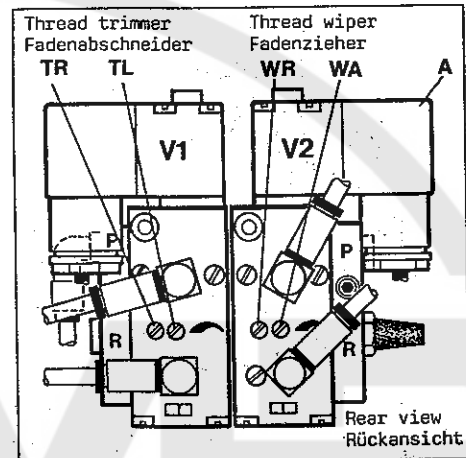
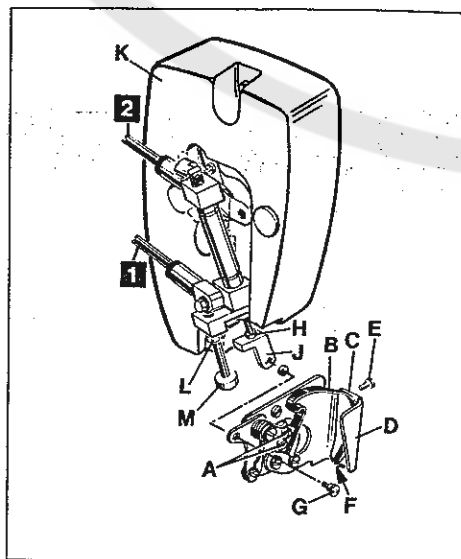
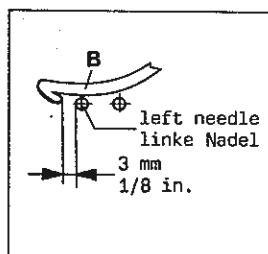
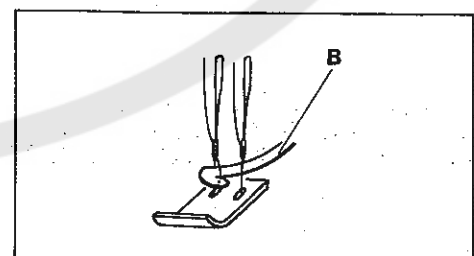

Fig. 51
Fig.52
Fig.55
Fig.54
6.1 Keep power and air supply of thread wiper disconnected by loosening the securing screw and pulling-out plug (A, Fig. 51) on valve (V2) and by disconnecting the PA-tubes (1 and 2, Fig. 52) on the air cylinder of the wiper.
When the hook (B, Fig. 54) returns from left to right it must catch the needle threads and draw them to leaf spring (C, Fig. 52) for clamping.
For adjustment loosen screws (A, Fig. 52), set as required and retighten screws.
6.2 The wiper hook (B, Fig. 52) and leaf spring (C) for clamping the needle threads should be approximately flush at point (F) when the hook (B) is in its right end position.
After loosening screw (E, Fig. 52) set the lower end of leaf spring flush to the lower edge of bracket (D) at point (F). Retighten screw (E).
For adjustment of hook (B, Fig. 52) loosen screw (G) and nut (H) and screw stop (J) in or out as required. Retighten nut (H) and reconnect wiper with screw (G).
6.1 Trennen Sie den Fadenzieher von der Strom- und Luftzufuhr durch Lösen der Sicherungsschraube und herausziehen des Steckers (A, Fig. 51) am Ventil (V2) und durch Lösen der PA-Schläuche (1 und 2, Fig. 52) am Luftzylinder des Fadenziehers.
Wenn der Haken (B, Fig. 54) von links nach rechts zurück schwenkt muß er die Nadelfäden mitnehmen und zum Festklemmen zur Blattfeder (C, Fig. 52) ziehen.
Zur Einstellung lösen Sie die Schrauben (A, Fig. 52), stellen entsprechend ein und ziehen die Schrauben wieder an.
6.2 Der Haken für Fadenzieher (B, Fig. 52) und die Blattfeder (C) zum Klemmen der Nadelfäden müssen in der rechten Endstellung des Hakens (B) im Punkt (F) in etwa bündig sein.
Stellen Sie nach Lösen der Schraube (E, Fig. 52) das untere Ende der Blattfeder (C) bündig zur unteren Kante des Halters (D) bei Punkt (F). Ziehen Sie die Schraube (E) wieder an.
Zur Einstellung des Hakens (B, Fig. 52) lösen Sie die Schraube (G) und die Mutter (H) und schrauben den Anschlag (J), nach Bedarf ein oder aus. Ziehen Sie die Mutter (H) wieder an und verbinden Sie den Fadenzieher wieder mit der Schraube (G).
- 6.2 Stop screw (M, Fig. 52) limits the motion of the wiper hook to the left. Loosen nut (L) and set the stop screw (M) so that stop (J) strikes against it when the wiper hook (Z, Fig. 55) is 3 mm (1/8 in.) left of the left needle. Retighten nut (L, Fig. 52).
HINT: For disassembling head cover (K, Fig. 52) remove screw (G), the two head cover fastening screws and disconnect PA-tubes (1 and 2).
The speed for the movement of the thread trimmer mechanism to the left for cutting is regulated with screw (TL, Fig. 51) and the speed for the movement to the right in home position is regulated with screw (TR) on valve (V1).
The speed for the movement of the wiper hook to the left is regulated with screw (WL, Fig. 51) and the movement to the right in home position is regulated with screw (WR) on valve (V2).
- 6.2 Die Anschlagsschraube (M, Fig. 52) begrenzt den Weg des Hakens für Fadenzieher nach links. Lösen Sie die Mutter (L) und stellen Sie die Anschlagsschraube (M) so, daß der Anschlag (J) an ihr anschlägt, wenn der Haken für Fadenzieher (B, Fig. 55) 3 mm links der linken Nadel steht. Ziehen Sie die Mutter (L, Fig. 52) wieder an.
HINWEIS: Entfernen Sie zum Abnehmen des Kopfdeckels (K, Fig. 52), die Schraube (G) sowie die beiden Kopfdeckel-Befestigungsschrauben und lösen Sie die PA-Schläuche (1 und 2).
Die Geschwindigkeit für die Bewegung des Fadenabschneidermechanismus nach links zum Schneiden wird mit der Schraube (TL, Fig. 51) und für die Bewegung nach rechts in die Ruhestellung mit der Schraube (TR) am Ventil (V1) reguliert.
Die Geschwindigkeit für die Bewegung des Hakens für Fadenzieher nach links wird mit der Schraube (WL, Fig. 51) und für die Bewegung nach rechts in die Ruhestellung mit der Schraube (WR) am Ventil (V2) reguliert.